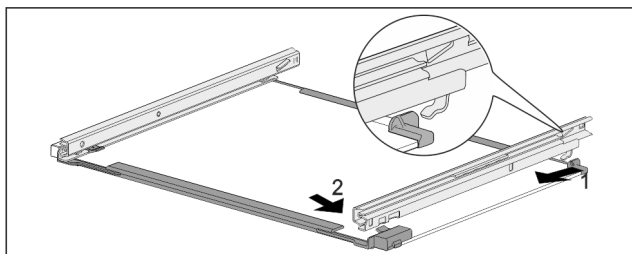

Fig. 248 Skleněná deska s kolejničkami
- ▶ Zahákněte kolejničku vzadu. Fig. 248 (1)
- ▶ Zaklapněte kolejničku vpředu. Fig. 248 (2)